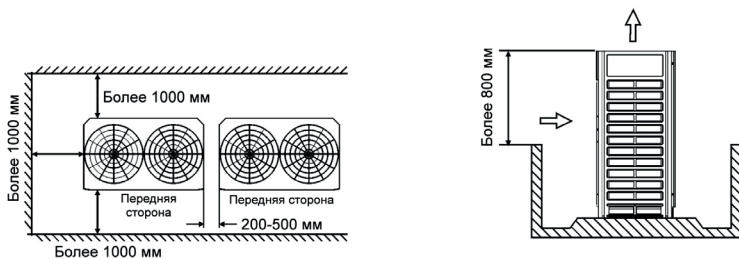

Рисунок 8.9.3
8.9.3 Если наружные блоки устанавливаются выше окружающих объектов и размещаются на одной линии, необходимо руководствоваться рис. 8.9.3.